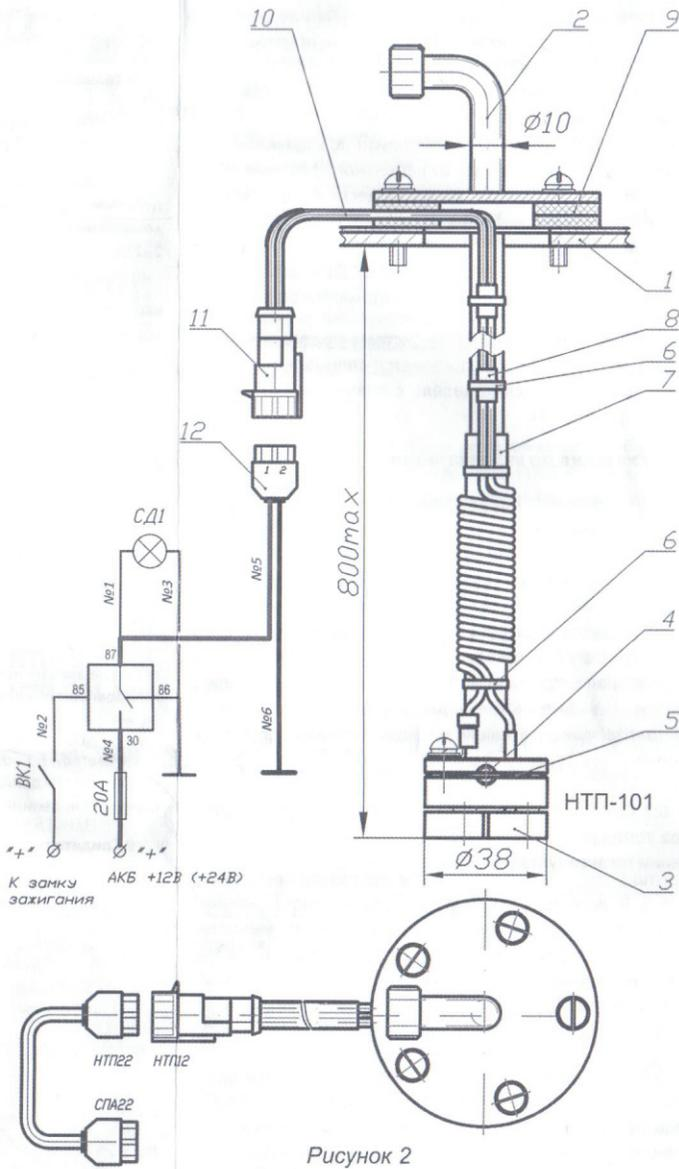

Рисунок 2
Перед установкой насадки наденьте изолирующую трубку 7 на топливозаборную трубку 2 (рисунок 2), а после этого на эту же трубку установите до упора насадку 3 и закрепите ее с помощью двух стопорных винтов 4. При затяжке винтов необходимо обеспечить установку их шлицев параллельно кольцевому пазу на корпусе насадки (НТП-101, 102) или на затянутой накидной гайке (НТП-201, 202).
5.8 При подключении НТП к системе подогрева автоматической (СПА) используется специальный двухжильный электрический кабель с разъемами «НТП22-СПА22» (рисунок 2).